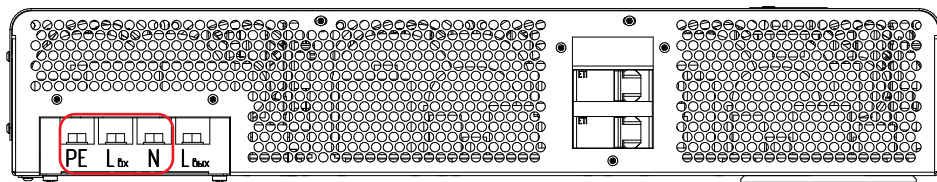

Рисунок 33. Стабилизатор Штиль IS12000. Выводы «PE-Lвх-N»
- у моделей IS12000, IS15000 и IS20000 с помощью выводов «PE-Lvx-N» (**рисунок 33 и 34**).